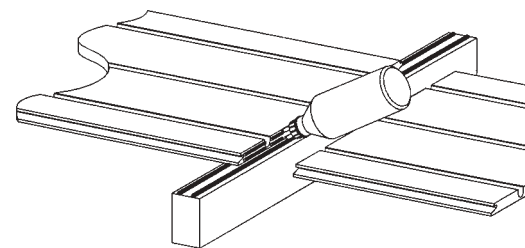

Fig 3
4. Alla kortfogar skall stödjas av regel eller kortling. Fogar tvärs upplagen skall vara helt understödda (se fig 3 och 4).